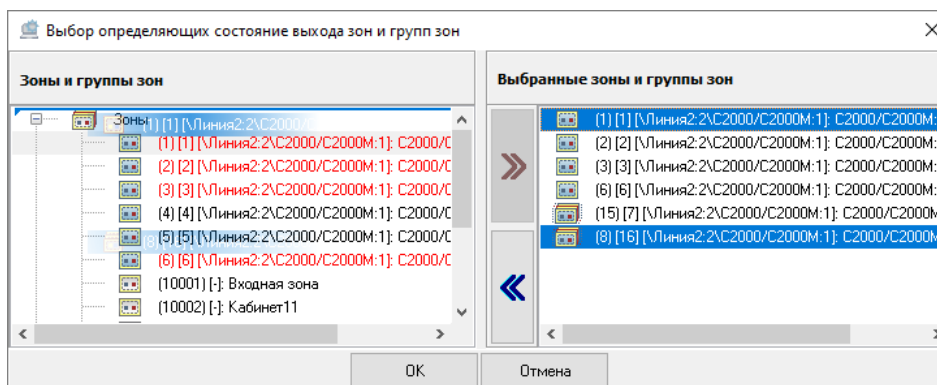

Рисунок 6-398 Отмена привязки к выходу зон и групп зон перетаскиванием
- выделите одну или несколько зон/групп зон в поле «Выбранные зоны и группы зон» (для выделения сразу нескольких зон/групп зон нажмите на клавиатуре и удерживайте клавишу <Shift> для выбора диапазона или клавишу <Ctrl> для комбинированного выбора) и перетащите выделенные зоны/группы зон в поле «Свободные элементы» (см. Рисунок 6-398).